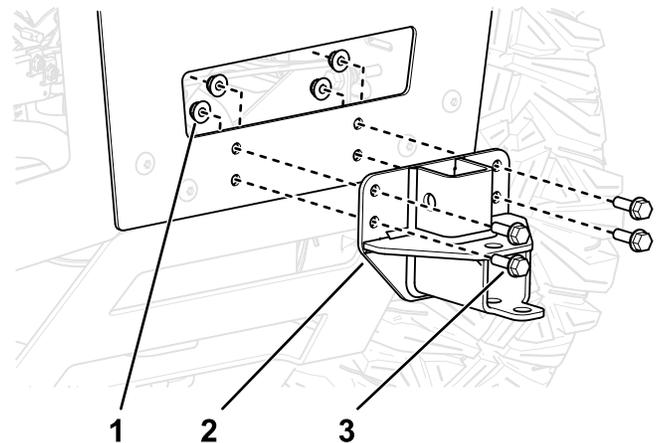

Figura 7
4. Instale o suporte de montagem do depósito de recolha na máquina como se mostra na Figura 7.